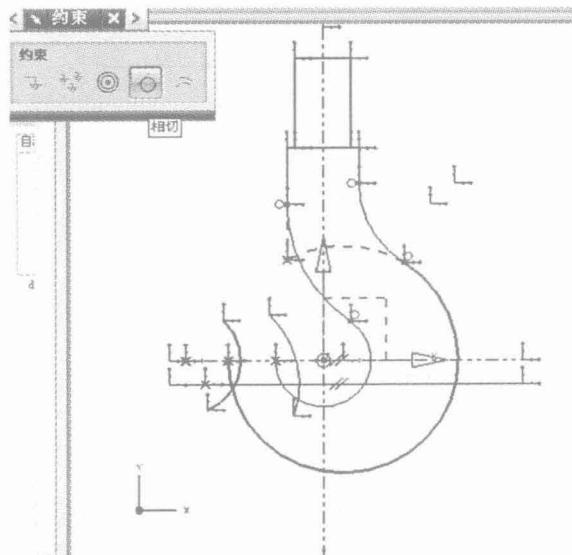

图 1-11 圆弧约束
(10) 单击“特征”工具栏上的【约束】按钮，分别拾取连接的圆弧，在约束对话框点击【相切】按钮，如图 1-11 所示。